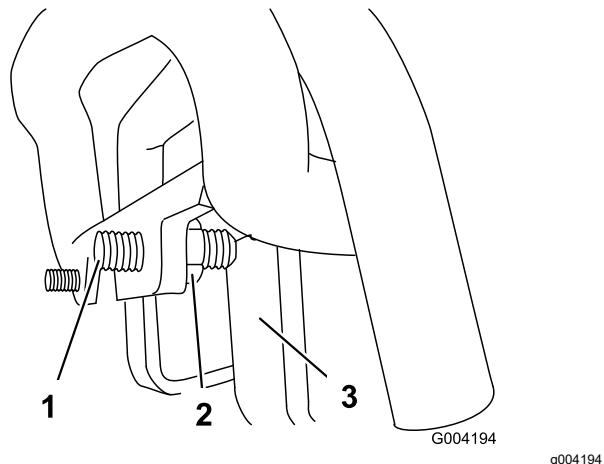

Figura 59
3. Si la unidad de tracción se desvía a la **izquierda**, afloje la contratuerca de la **derecha** y ajuste el tornillo de fijación de desplazamiento en la parte delantera del control de tracción (Figura 59).
4. Si la unidad de tracción se desvía a la **derecha**, afloje la contratuerca de la **izquierda** y ajuste el tornillo de fijación de desplazamiento en la parte delantera del control de tracción (Figura 59).